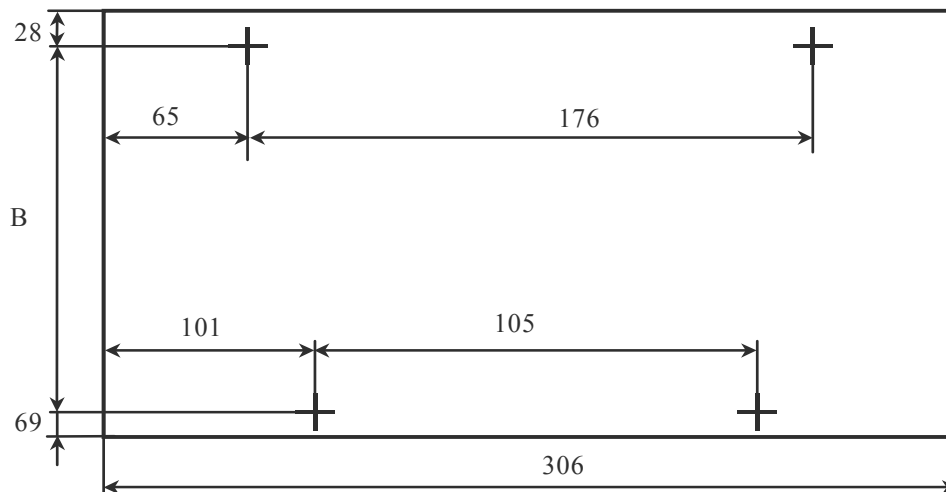

Рисунок 2-4 Разметка для крепления МБ с МР на стене.
2.4.3. Закрепить прибор на стене. Для этого сделать разметку на выбранном участке стены (см. Рисунок 2-4 и Таблица 2-2), ввернуть два верхних шурупа, повесить на них прибор и закрепить двумя шурупами сквозь отверстие внутри отсека коммутации.